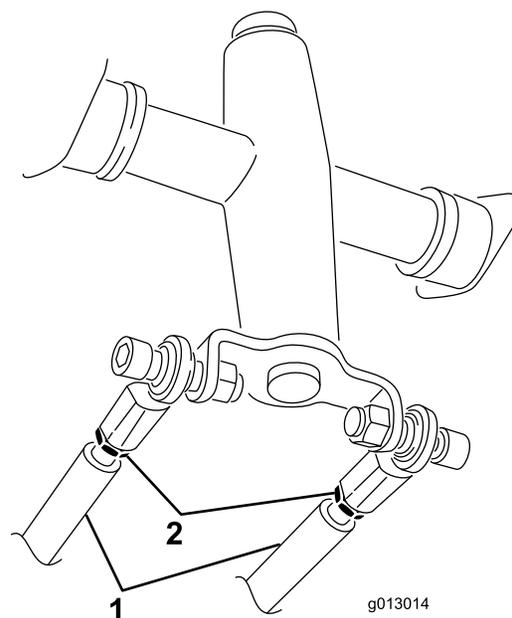

Рисунок 58
3. Ослабьте контргайки на штоках привода под панелью управления (Рисунок 58).